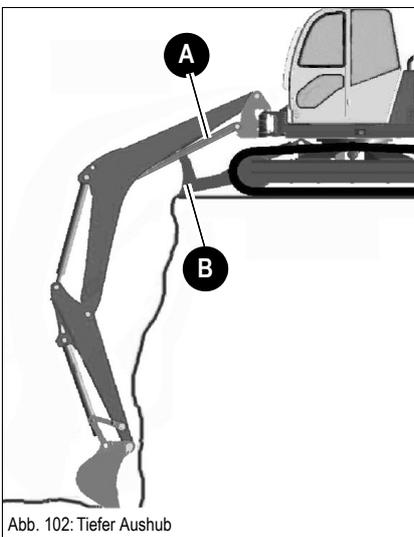

Abb. 102: Tiefer Aushub
- ☞ Bei tiefem Aushub mit dem Planierschild **B** vorn darauf achten, dass die Kolbenstange **A** nicht auf dem Planierschild **B** aufsitzt. Abb. 102